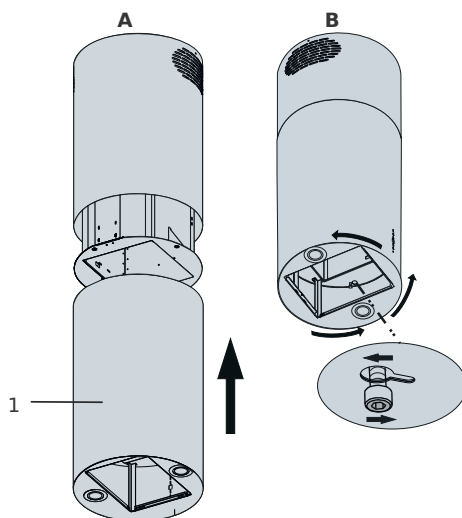

Fig. 17 1- Krop
- Skub produktets krop ind på motorblokken (Fig. 17/A).